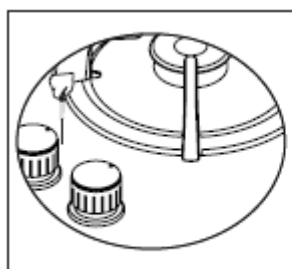

**Figura 1**
2. Pentru înlocuirea duzelor, utilizați o șurubelniță al cărei cap să corespundă celui indicat în Figura 1.